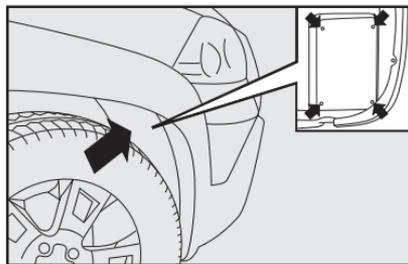

fig. 43
- 1) Quite la tapa de inspección de los faros de profundidad ubicada en el interior del vano de la rueda **fig. 43**, utilizando una llave phillips en los tornillos indicados en el detalle **fig. 43**;